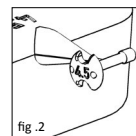

fig. 2
■ fig. 1a,1b/2 Le Sizer Disk (fig. 1a,1b) pour prothèses totales est doté de huit gabarits de différentes longueurs (3-7 mm) disposés en satellites sur son pourtour. La longueur est indiquée sur la face arrière de chaque gabarit (fig. 2). Les encoches et les trous réduisent le poids du gabarit et permettent de mieux voir l'intérieur de l'oreille pendant la mesure.